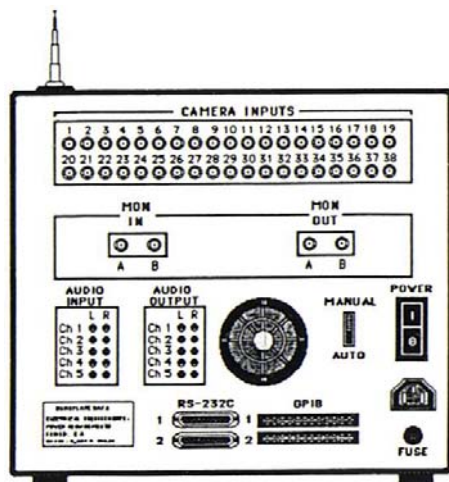

Bild 3-5 Anschlüsse auf der Rückseite
- Bild 3-5 Anschlüsse auf der Rückseite